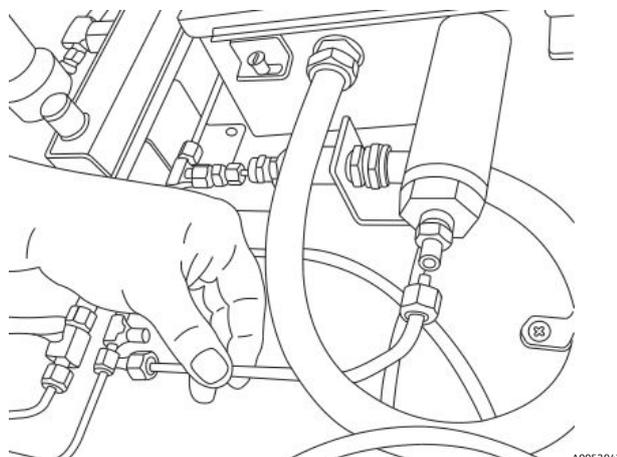

Abbildung 81. Leitung entfernen
4. Leitung zwischen Drucksensor und T-Armatur entfernen. Siehe Abbildung 81.